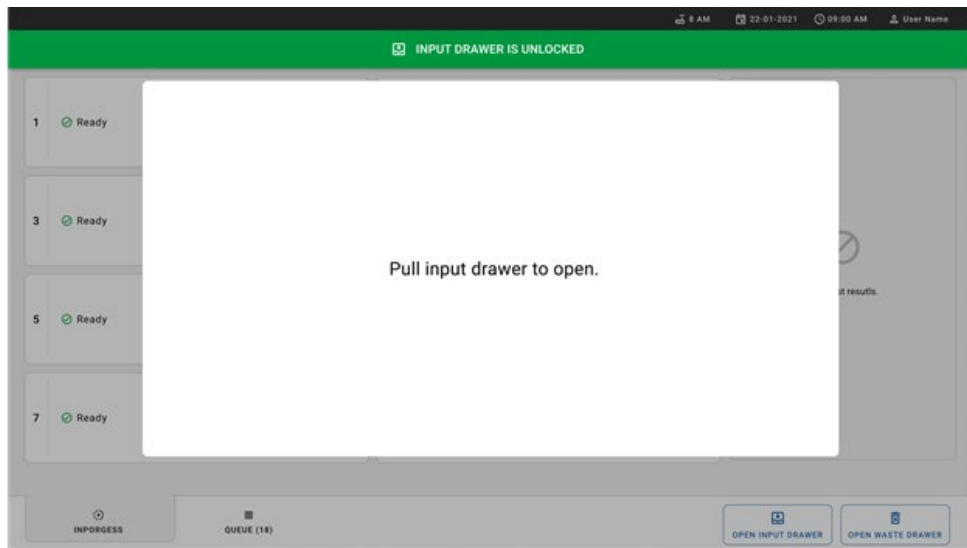

Figure 22. Boîte de dialogue du tiroir d'entrée ouvert.
6. Lorsque vous y êtes invité, tirez le tiroir d'entrée pour l'ouvrir (Figure 22).